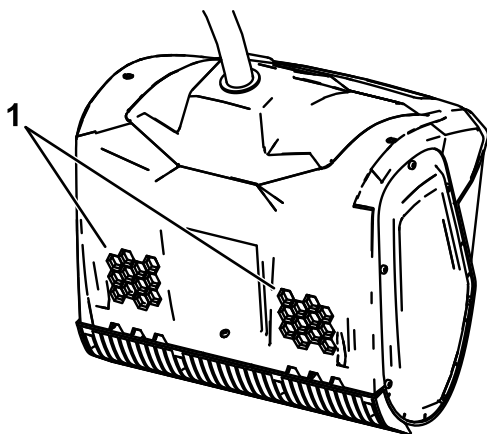

Figure 8
1. Vérifiez que les prises d'air à l'arrière de la machine ne sont pas recouvertes de neige ou de glace (Figure 8).